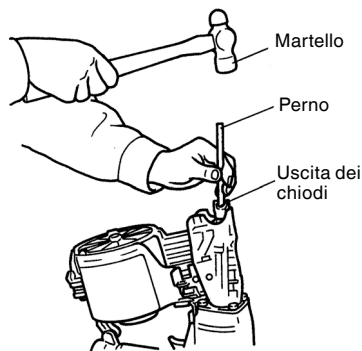

Fig. 18
- (1) Rimuovete la bobina dal caricatore, aprite la guida chiodi, inserite un perno nel foro e battetelo con un martello. (Vedi Fig. 18)